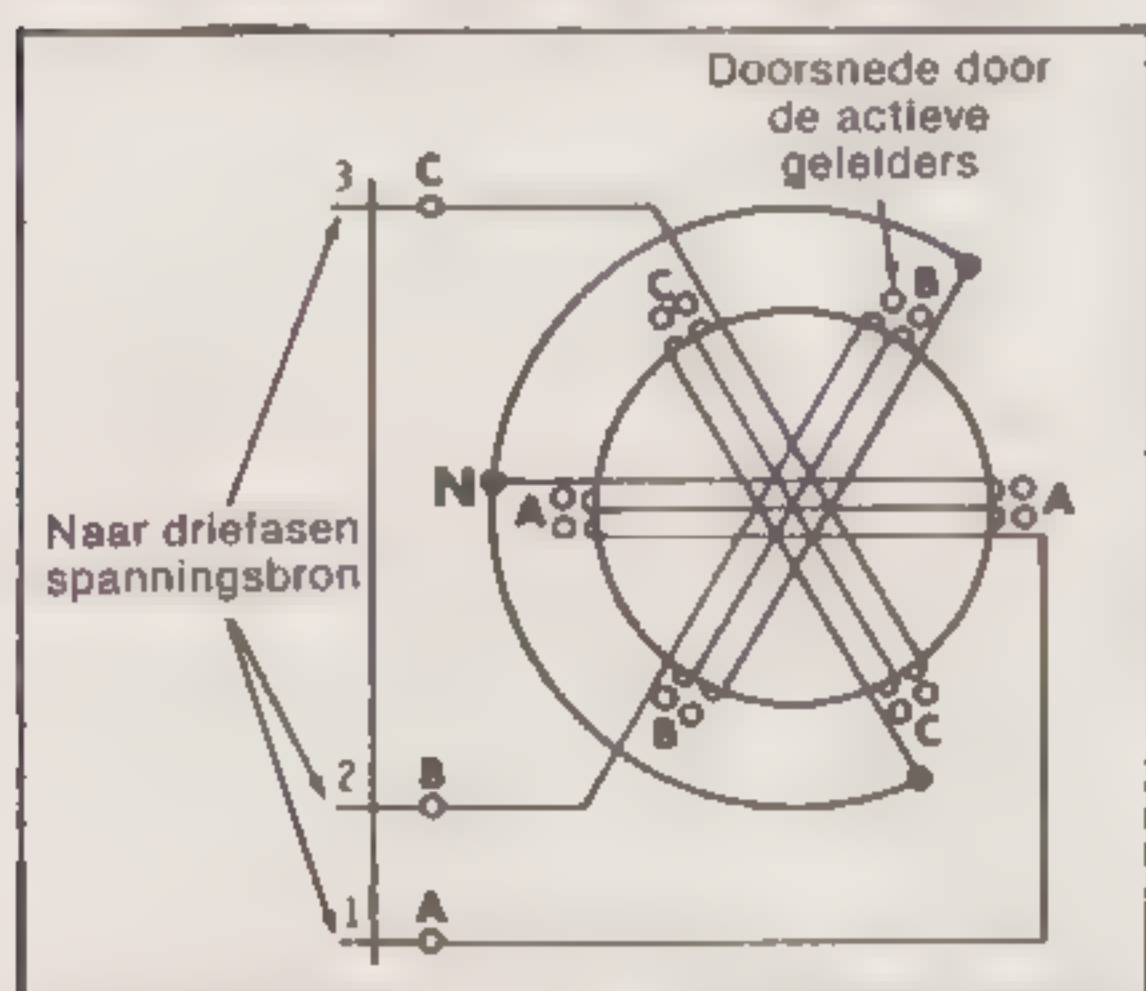
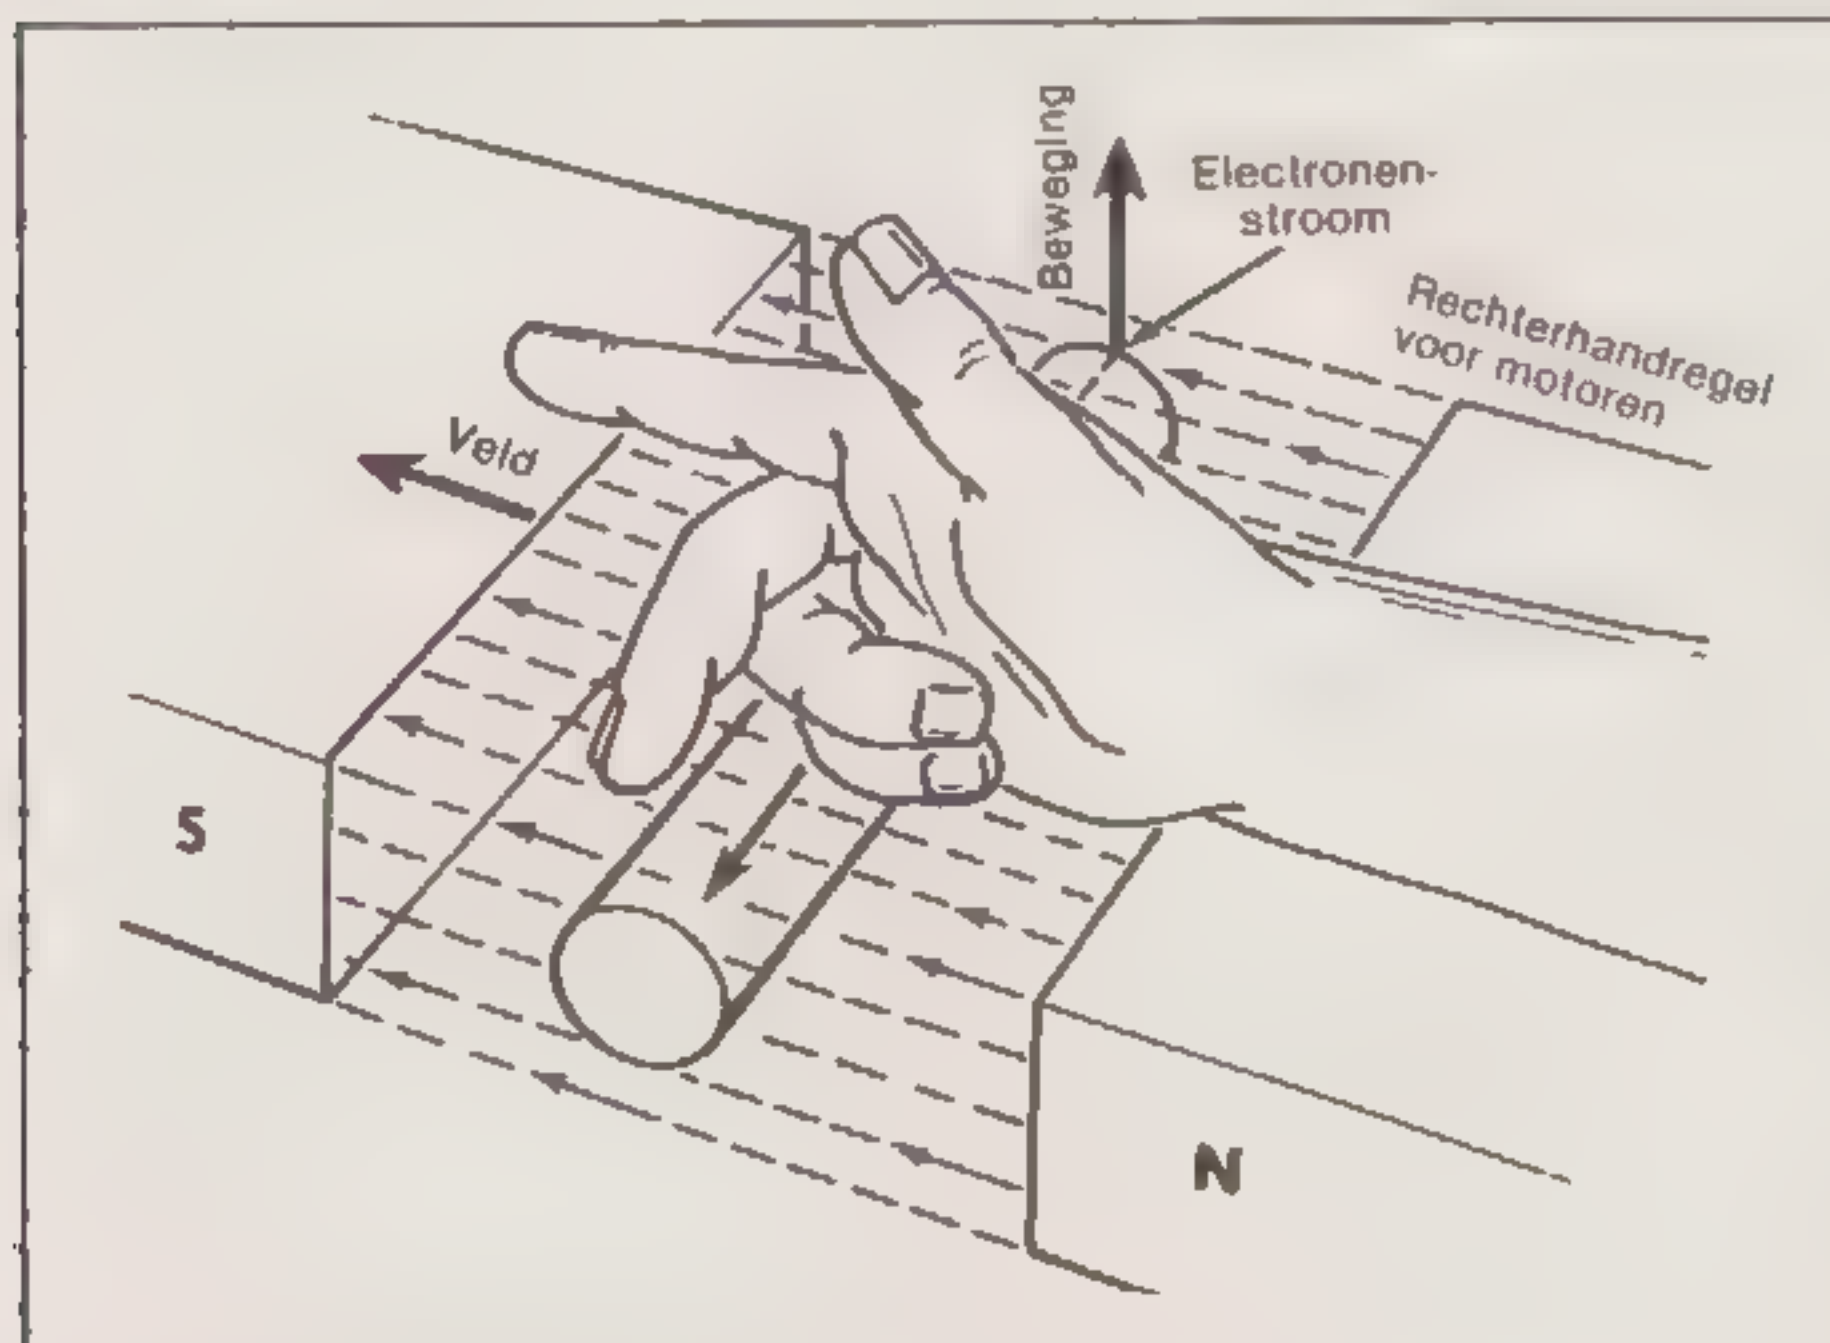
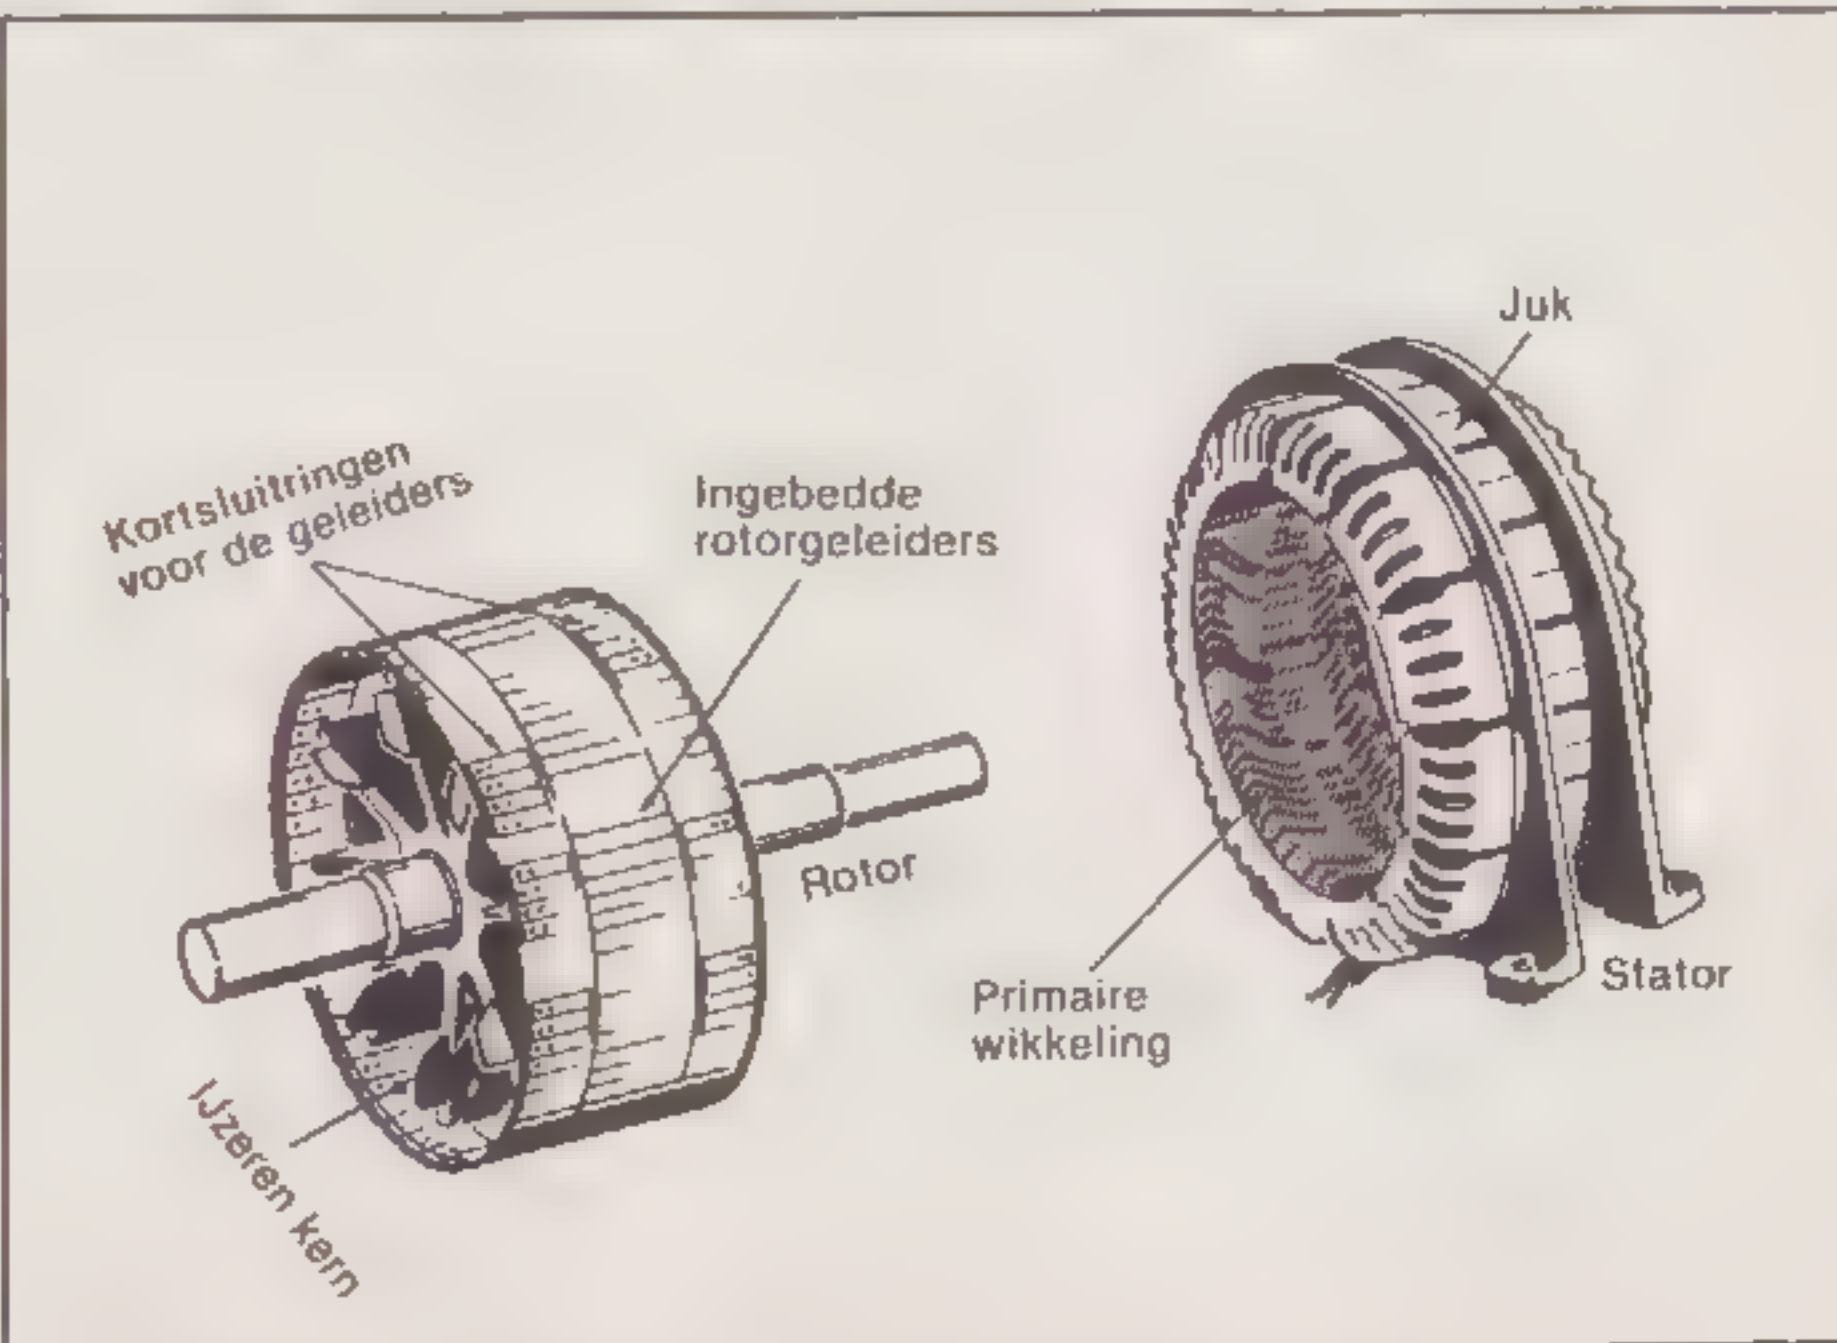

Fig.14. De windingen van een driefasen Inductiemotor.
Fig.15. Visualisatie van de rechterhandregel.
Fig.16. Rotor en stator van een driefasen inductiemotor.
guur bekeken op 6 verschillende posities, die telkens 60° van elkaar zijn verwijderd. Op moment (1) is de stroom in fase B maximaal positief, in dit geval 10 ampère. We beschouwen de stroom als positief wanneer hij naar een van de uitgangspunten van de motor loopt en negatief wanneer hij de motor binnenstroomt. Op moment (1) vloeit door de punten A en C een stroom van -5 A. Deze stromen komen in het gemeenschappelijke of neutrale punt bij elkaar, waardoor uiteindelijk via punt N een stroom loopt van +10 A. Het resulterende veld op moment (1) staat naar rechtsonder gericht, wat door een pijltje is aangegeven (N → S). Het grootste gedeelte van dit veld wordt door de B-fase geproduceerd, daarin bijgestaan door de naburige fasen A en C, die op halve sterkte meewerken. De zwakkere porties van het veld worden aangegeven met de letters 'n' en 's'. Het resultaat is een tweepolig veld dat de ruimte omspant, waar normaal gesproken de rotor in zit. Op moment (2) is de stroom van fase B nog maar de helft, +5 A in dit geval. De stroom in fase C is van -5 A tot -10 A. Het resulterende veld wijst nu naar rechtsboven, wat op dezelfde manier met een pijltje is aangegeven. Het grootste gedeelte van het veld wordt opgewekt door fase A, terwijl de zwakkere gedeeltes door fasen B en C worden opgewekt, die op halve sterkte meewerken. Op moment (3) is de stroom in fase C gelijk aan +10 A en het veld wijst recht omhoog. Op moment (4) wordt de stroom in fase B gelijk aan -10 A en het veld wijst naar linksboven. Op moment (6) is de stroom in fase C gelijk aan -10 A en het veld wijst recht naar beneden. Moment (7), hier niet aangegeven, is precies gelijk aan moment (1), waarbij het veld naar rechtsonder wijst. Een complete omwenteling van het tweepolige veld ontstaat dus als gevolg van een volledige periode van 360 elektrische graden van driefasen stromen door wikkelingen. De draairichting van het magneetveld keert om wanneer twee willekeurige draden naar de drie aansluitpunten van de motor worden omgewisseld. Beschouw bijvoorbeeld **fig.14**.
de geleiders van de rotor een spanning wordt geïnduceerd. Tengevolge van deze inductiespanning gaat er in de rotor een stroom lopen. Zo ontstaat er een motorkoppel tengevolge van de wisselwerking tussen de rotorstroom en het draaiveld. De rotor is dus niet elektrisch verbonden met de voedingsbron. Voor het begrijpen van de werking van de inductie is het noodzakelijk de bekende 'rechterhandregel' nog even te memoriseren (zie fig.15). Wanneer we de bewegingsrichting van een geleider in een magneetveld willen voorspellen, doen we het volgende. We zorgen ervoor dat de duim, de wijsvinger en de middelvinger onderling een rechte hoek met elkaar maken, zoals in de tekening is aangegeven. De wijsvinger wijst in de richting van de elektronenstroom door de geleider. De duim geeft dan de bewegingsrichting aan van de geleider in het magneetveld. De geleider, het veld en de kracht staan steeds evenwijdig aan elkaar. In fig.14 zien we de wikkelingen van een driefasen inductiemotor. In fig.16 zien we de essentiële onderdelen daarvan: de rotor en de stator. Het